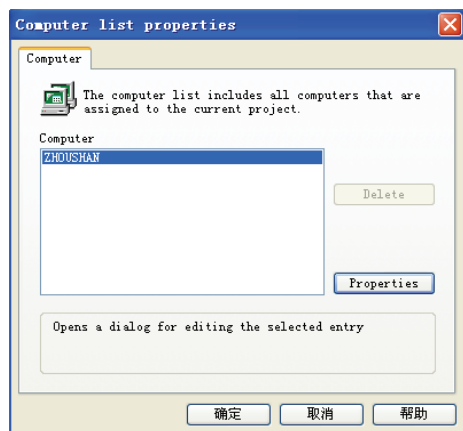
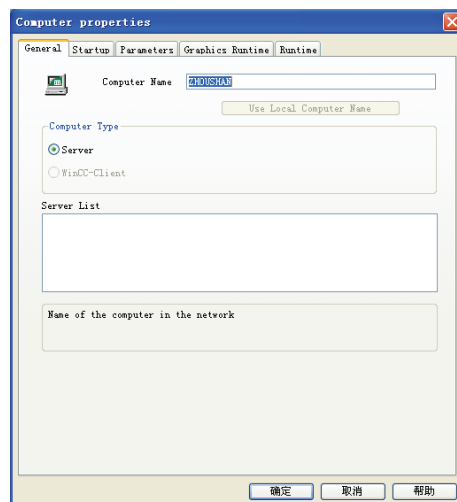

图 4-8 “Computer list properties”对话框
图 4-9 “General”计算机属性
设置计算机属性的方法是：右键单击 WinCC 项目管理器浏览窗口中的“Computer”，选择“Properties”，弹出“Computer list properties”对话框，如图 4-8 所示。也可以在 WinCC 项目管理器的数据窗口中显示所有的计算机的列表。在计算机列表中选择要设置属性的计算机，单击选择“Properties”会弹出“Computer properties”对话框，如图 4-9 所示。
1) 常规 (General) (见图 4-9)
显示计算机名称和当前计算机的类型是服务器还是客户机，如图 4-9 所示。检查“Computer Name”输入框中是否输入了正确的计算机名称，也可在此更改计算机名称。WinCC 修改了计算机名称后，必须重新打开项目，才能接受更改后的计算机名称。